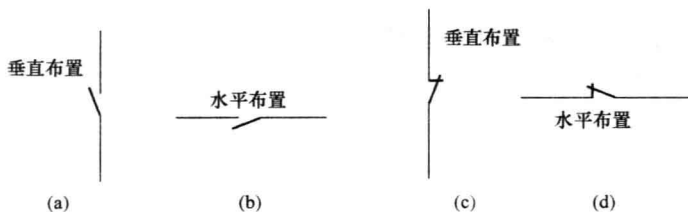

图 1-4 触点图形符号
(1) GB/T 4728 中的图形符号采用 IEC 60617 database 《电气简图用图形符号数据库标准》中的内容。
(2) 电气图的标准中，触点是按二次回路中的元件垂直排列绘制的。如果是水平方向排列的元件，则应将触点逆时针转动 90° ，如图 1-4 所示。
(3) 垂直排列触点的上方是闭合和断开点。水平排列触点的左方是闭合和断开点。
(4) 触点在图上的状态是按元件（继电器）不动作时的状态绘制的。对于动作为“有、无”的继电器就是线圈无电状态；对于断路器是表示断路器在断闸状态；对于行程开关的触点，是指开关在未碰触时的原始状态。
(5) 不动作状态时打开的触点（即动合触点）。垂直绘制时，其动触点片（图 1-4 中的斜线）应位于垂直线段的左侧；水平绘制时，其动触点片应位于水平线段的下方。不动作状态时闭合的触点（即动断触点），垂直绘制时，其动触点片应位于垂直线段的右侧；水平绘制时，其动触点片应位于水平线段的上方。
(6) 触点按上述规则绘制时，垂直绘制的触点在动作时（动合触点闭合或动断触点断开），触点片都是从左方向右方动作，返回时是从右方向左方动作。水平绘制的触点动作时，其触点片由下向上动作，返回时相反。